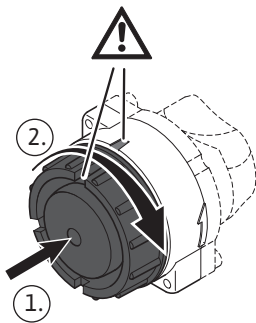

Fig.16-6
- Bypass mit Rückflussverhinderer $\frac{1}{4}$ Umdrehung im Uhrzeigersinn bis zum Anschlag drehen. Die Markierung auf dem Bypass muss mit der kürzeren Markierung auf dem Pumpenadapter übereinstimmen (siehe Fig. 16-6). Der Durchfluss zum Heizkörper/Heizkreis ist in dieser Position des Bypass nun geöffnet.